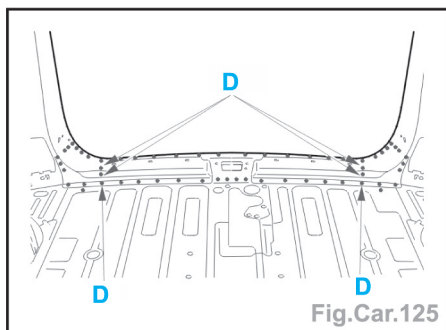

Fig.Car.125
- Souder par points électriques, par points bouchons au MIG (suivant **D**) et meuler les points bouchons (Fig.Car.125).